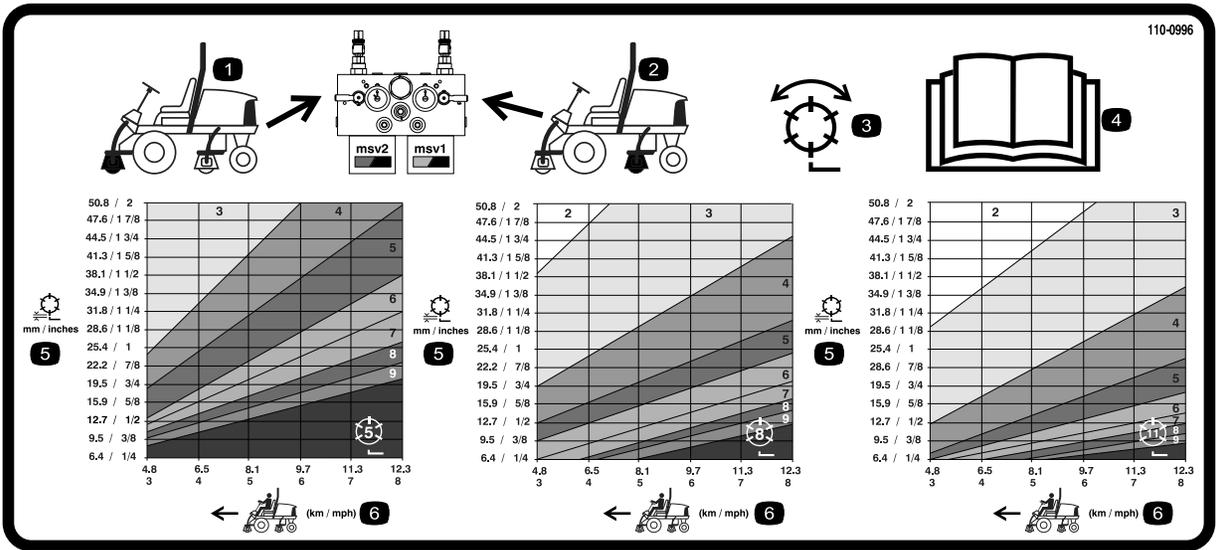
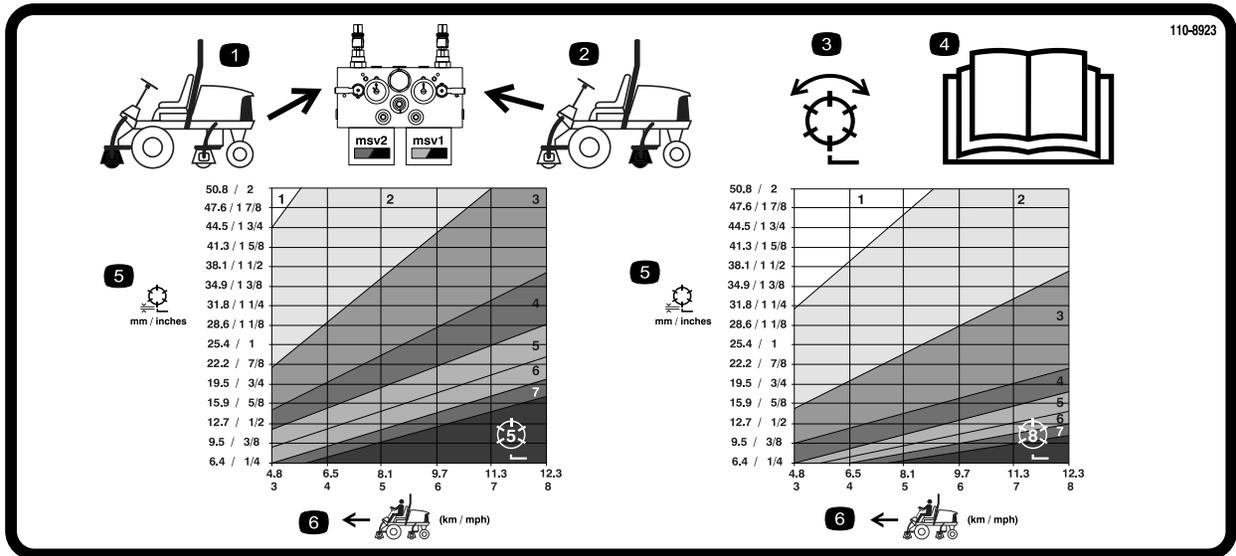

Figura 38
Figura 39
3. Utilizando o gráfico apropriado no autocolante 110-0996 (Figura 38) para Reelmaster 5510 & 5610, unidades de corte de cilindros de 7 polegadas ou o autocolante 110-8923 (Figura 39) para Reelmaster 5210 & 5410, unidades de corte de cilindros de 5 polegadas determine o ajuste adequado da velocidade dos cilindros.